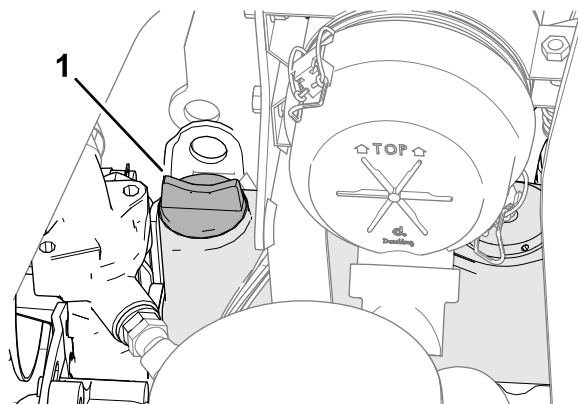

Figura 62
5. Si el nivel de aceite es bajo, retire el tapón de llenado (Figura 62) y añada poco a poco pequeñas cantidades de aceite, comprobando el nivel frecuentemente, hasta que el nivel llegue a la marca de lleno de la varilla.